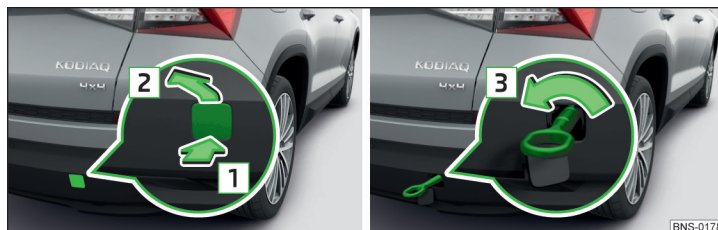

Fig. 350 Scoaterea capacului / montarea cârligului de tractare
- » Pentru **detașare** apăsați pe capac în sensul săgeții **1** și scoateți-l în sensul săgeții **2** » fig. 350.
- » Pentru **montare**, înșurubați manual cârligul de tractare, în sensul săgeții **3** » fig. 350, până la limită » **!**.